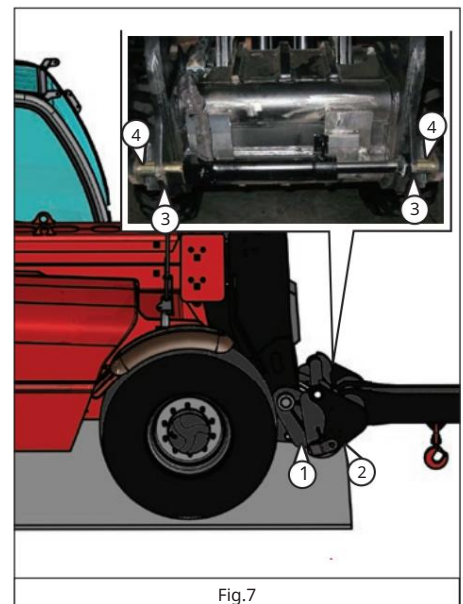

Fig.7
- Înclinați cuplajul înapoi pentru a se conecta la braț (Fig.7, punctul 1).
- Blocarea și eliberarea brațului se realizează acționând asupra știfturilor de forfecare (Fig.7, pct. 3) care trebuie să iasă în afară prin orificiile cuplajului cu eliberare rapidă (Fig.7, pct. 4).
- Repetați operațiunea „- Blocarea și eliberarea brațului se face acționând asupra știfturilor de forfecare (Fig.7, punctul 3) care trebuie să iasă prin orificiile cuplajului cu eliberare rapidă (Fig.7, punctul 4).” procedură în ordine inversă, având grijă să-l așezați într-o poziție sigură pe un teren compact și plan